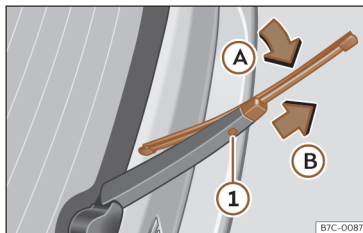

Fig. 181 Substituição da escova do vidro traseiro.
- Rode ligeiramente a escova >>> **Fig. 181** (seta **(A)**).